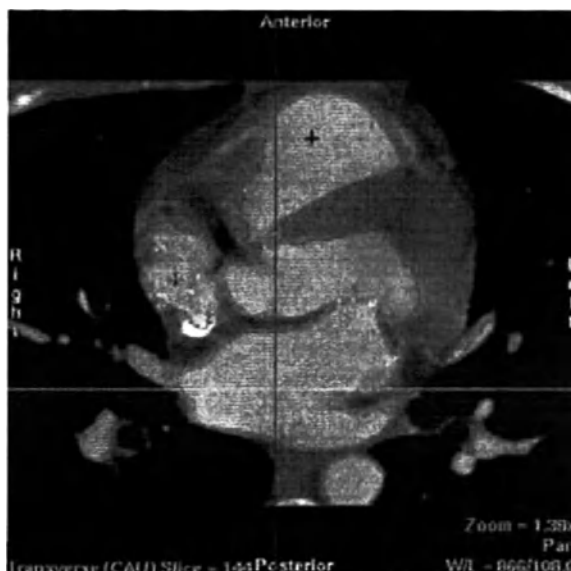

Figure 237. Transverse image with crosshairs indicating coronal (yellow) and sagittal (red) slice orientations.
- Использование перекрестий. Перекрестия помогают перемещению срезов и показывают взаимосвязь между изображениями срезов и 3D-моделью (смотри Рисунок 237). На изображениях срезов курсор указывает позицию среза, показанного на других двух изображениях.